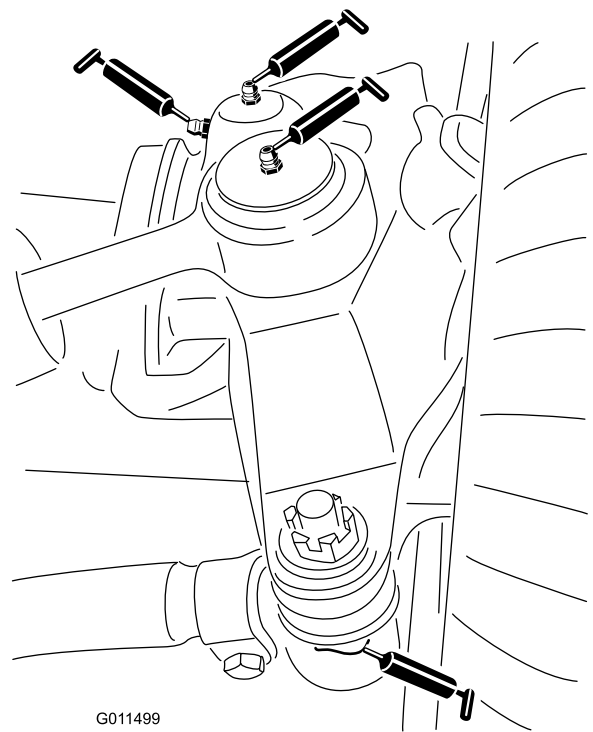

Figure 42
- 2 rotules de vérin de direction (Figure 42)
- 2 rotules de biellettes (Figure 42)
- 2 bagues de pivots de fusées (Figure 42).